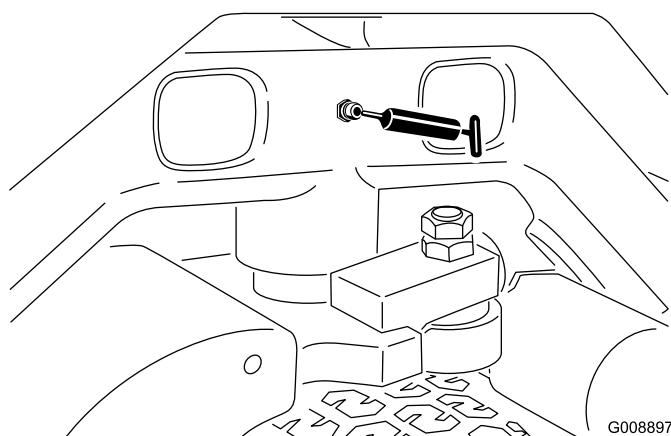

Figura 34
- Articulação da direcção (Figura 34)